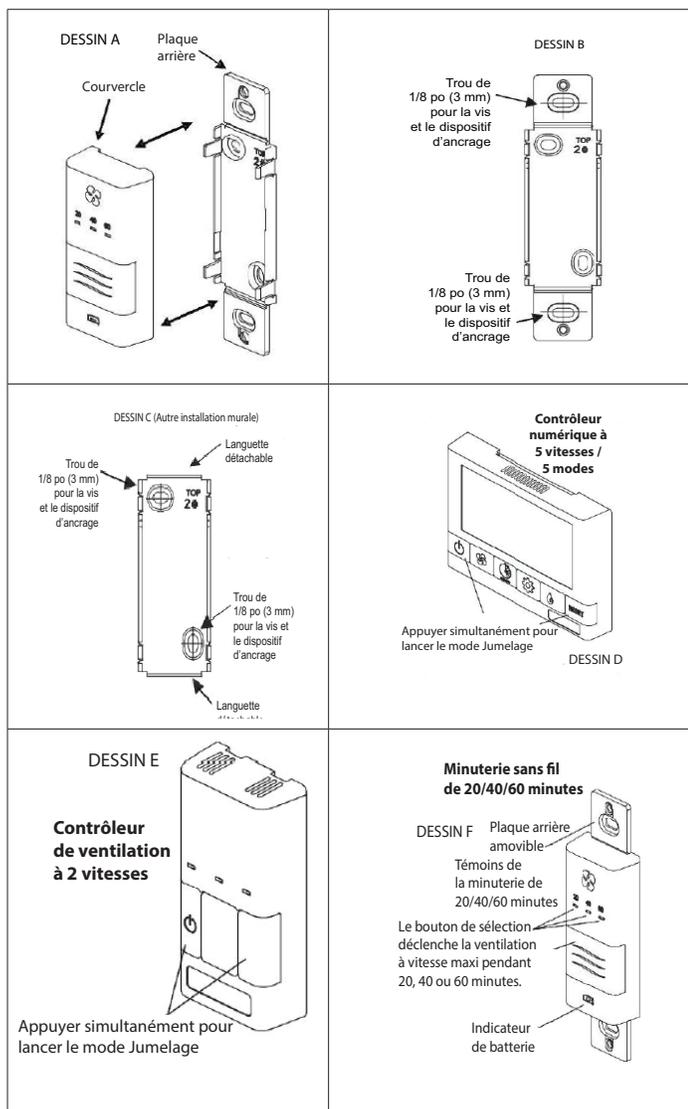

Figure 38. Installation de la minuterie sans fil
2. **Couplage de la minuterie sans fil de 20/40/60 minutes avec le contrôleur numérique à 5 vitesses / 5 modes:** Appuyer simultanément sur les boutons droit et gauche du contrôleur principal mural et sur le bouton RESET). L'écran s'éteint et l'icône sans fil clignote dans le coin inférieur droit de l'affichage. Ceci indique que le contrôleur principal est maintenant en mode de couplage (Figure 38, Dessin D).
3. **Couplage de la minuterie sans fil de 20/40/60 minutes avec le contrôleur mural Déshumidistat/Ventilation:** Appuyer simultanément sur les boutons droit et gauche du contrôleur principal mural et soit sur ou en fonction du contrôleur principal). Les trois DEL de la rangée inférieure commencent à clignoter. Ceci indique que le contrôleur principal est maintenant en mode de couplage (Figure 38, Dessin E).
1. Séparer le couvercle de la plaque arrière en les écartant fermement (Figure 38, Dessin A).
2. Pour monter le contrôleur sans plaque décorative, casser les languettes supérieure et inférieure et voir la Figure 38, Dessin C, pour le montage.
3. Placer la plaque arrière du contrôleur à l'endroit souhaité sur le mur et marquer avec un crayon l'emplacement des trous supérieur et inférieur pour les vis de fixation (Figure 38, Dessin B ou C). Percer deux trous de 1/8 po (3 mm).
4. Fixer la plaque arrière sur le mur avec les deux vis et dispositifs d'ancrage fournis. 5. Remonter le couvercle sur la plaque arrière (Figure 38, Dessin A)